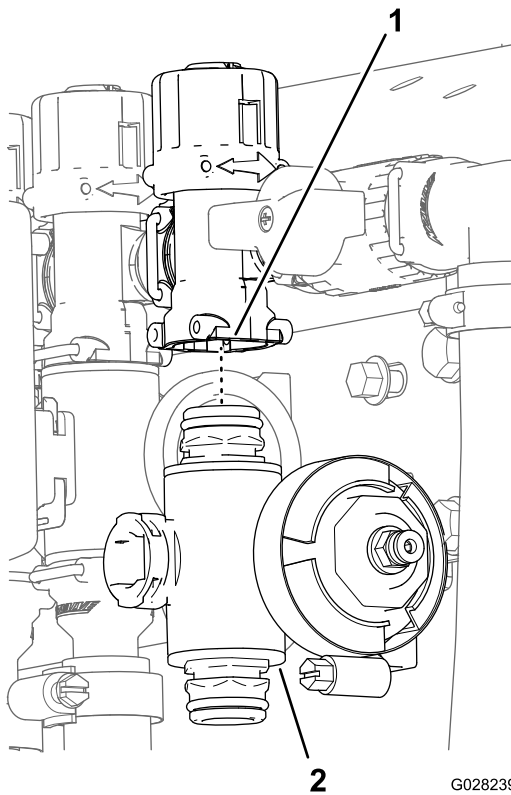

Bild 75
3. Entfernen Sie für die linken oder rechten Abschnittventile die Bundkopfschrauben und Sicherungsbundmutter, mit denen die Abschnittventile an der Ventilbefestigung befestigt sind. Entfernen Sie die Ventilverteiler für das mittlere Abschnittsventil von der Maschine; entfernen Sie den Abschnittventilverteiler von der Maschine (Bild 75).